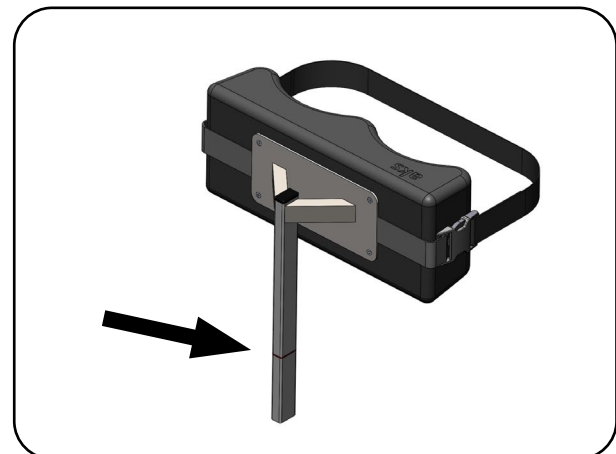

Abb. 6.2.08 – Schienbeinstütze mit roter Markierungslinie
**Beachten Sie die maximale Auszugshöhe, erkennbar an der roten Markierungslinie** (Abb. 6.2.08).